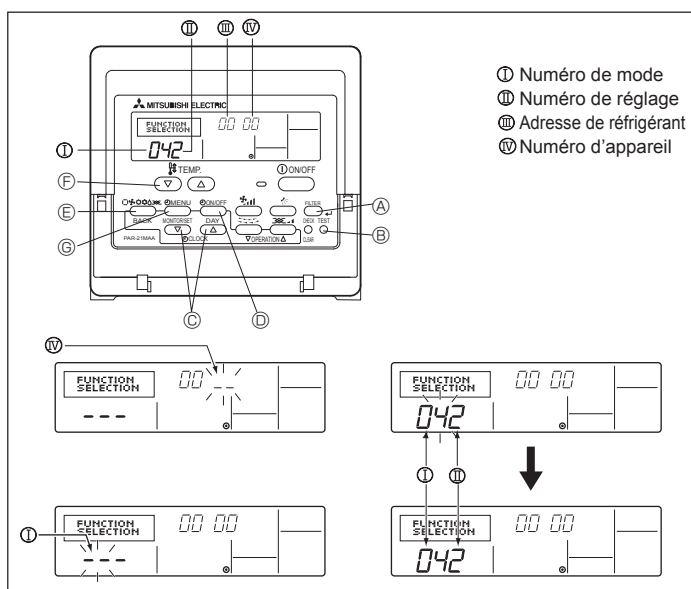
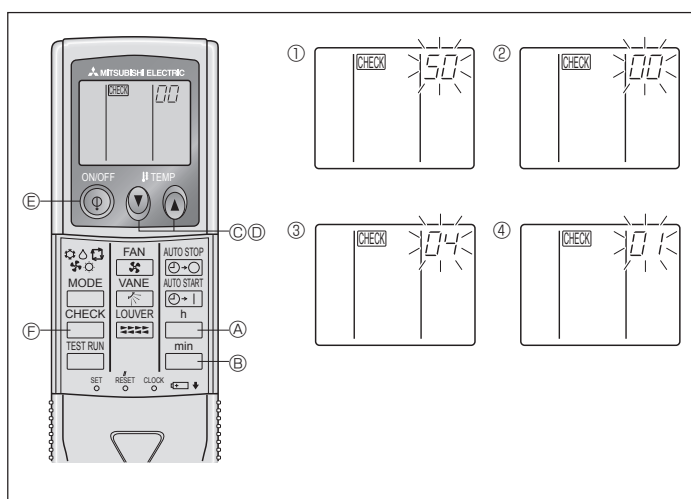

Fig. 6-9
Fig. 6-10
1) Pour la télécommande filaire (Fig. 6-9)
- ① Passer au mode de réglage des fonctions. Eteindre la télécommande. Appuyer simultanément sur les touches FILTER et TEST RUN pendant au moins 2 secondes. FUNCTION commence à clignoter.
- ② Utiliser la touche pour régler l'adresse du réfrigérant (III) sur 00.
- ③ Appuyer sur ; [-] se met à clignoter sur l'affichage du numéro d'appareil (IV).
- ④ Utiliser la touche pour attribuer le numéro 00 à l'appareil (IV).
- ⑤ Appuyer sur la touche (MODE) pour spécifier l'adresse du réfrigérant/numéro d'appareil; [-] clignote momentanément sur l'affichage du numéro de mode (I).
- ⑥ Appuyer sur les touches pour régler le numéro de mode (I) sur 04.
- ⑦ Appuyer sur la touche , le numéro de programmation actuellement sélectionné (II) clignotera. Utiliser la touche pour changer de numéro de programmation selon la tension d'alimentation à utiliser.
- ⑧ Appuyer sur la touche MODE , les numéros de programmation et de mode (I) et (II) changeront et seront continuellement affichés, et les détails de la programmation pourront être confirmés.
- ⑨ Appuyer simultanément sur les touches FILTER et TEST RUN pendant au moins 2 secondes. L'écran de sélection des fonctions apparaît momentanément, et l'affichage d'arrêt du climatiseur apparaît.
2) Pour la télécommande sans fil (Fig. 6-10)
- ① Accéder au mode de sélection des fonctions. Appuyer sur le bouton deux fois sans le relâcher. (Commencer cette action quand l'affichage de la télécommande est éteint.) est allumé est "00" clignote. Appuyer une fois sur le bouton temp pour sélectionner le chiffre "50". Diriger la télécommande sans fil vers le récepteur de l'appareil intérieur et appuyer sur la touche .
- ② Réglage du numéro de l'appareil. Appuyer sur le bouton temp et pour attribuer le numéro "00" à l'appareil. Diriger la télécommande sans fil vers le récepteur de l'appareil intérieur et appuyer sur la touche .
- ③ Sélection d'un mode. Entrer 04 pour modifier le réglage de tension d'alimentation à l'aide des touches temp. et . Diriger la télécommande sans fil vers le récepteur de l'appareil intérieur et appuyer sur la touche .
- ④ Sélection du numéro de réglage. Utiliser les touches temp. et pour régler le réglage de tension d'alimentation sur 01 (240 V). Diriger la télécommande sans fil vers le capteur de l'appareil intérieur et appuyer sur la touche .